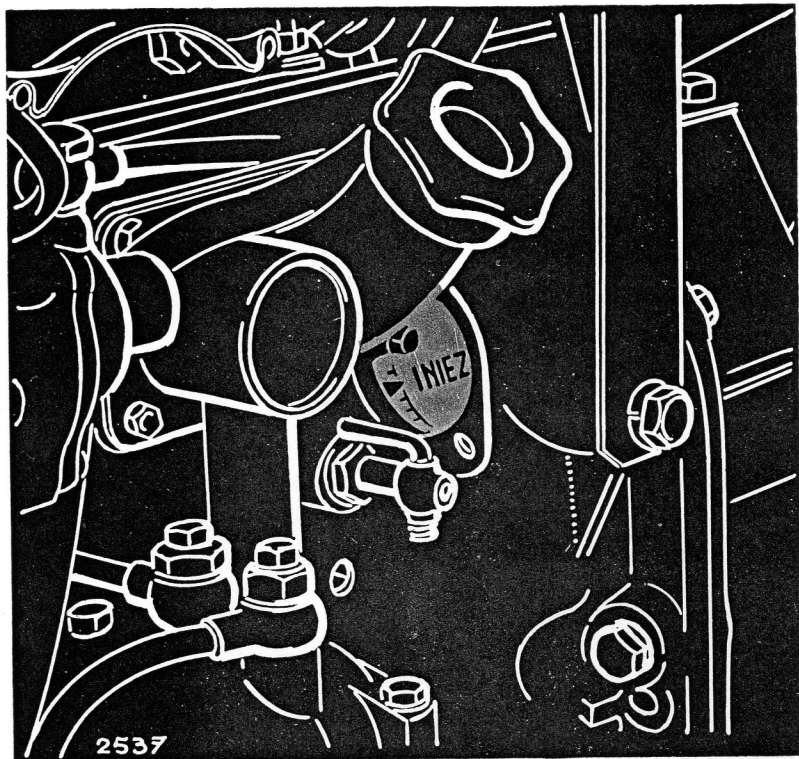

FIG. 31. — Référence sur le volant indiquant l'avance à l'injection
— Déplacer le vilebrequin jusqu'à ce que le cylindre n° 1 soit en phase de compression 21° avant le point mort haut. Cette avance est indiquée sur le volant par le repère « **INIEZ** » qui devra coïncider avec l'index fixe (fig. 31).
- 9° Dans ces conditions, contrôler si le repère « INIEZ » gravé sur le volant coïncide avec l'index fixe (voir fig. 31).